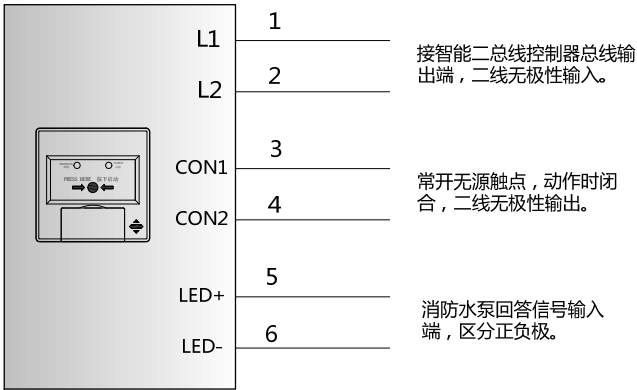

图 4
3. 扩展使用 功能及接线示意图如图 4 所示：
启动：当人工确认有火警时，按下消火栓按钮面板上的玻璃片（如图 5）即可启动消防水泵，消火栓按钮报警，同时常开触点 3 端、4 端（如图 4 所示）闭合输出消防水泵启动信号。消火栓按钮报警后，红色指示灯将常亮。当接收到回答信号后，绿色回答指示灯将点亮。